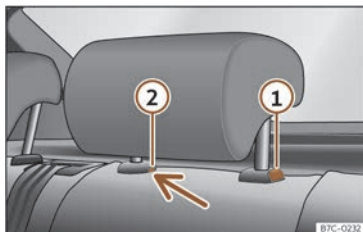

Fig. 100 Reposacaps del darrere:desmuntatge.
- Premeu la tecla»» **fig. 100** ① i, prement alhora per l'orifici del fiador ② amb un tornavís pla de màxim 5 mm d'amplada, traieu el reposacaps.